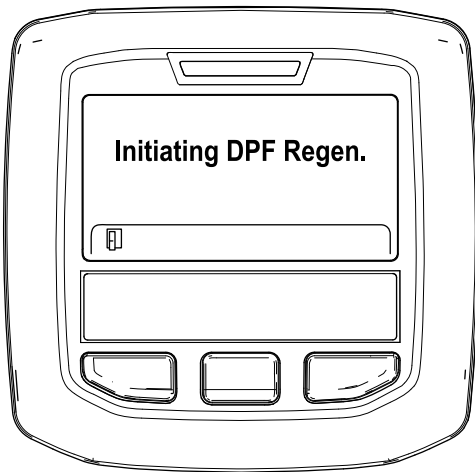

Figura 44
- A. Se muestra el mensaje “Initiating DPF Regen.” (Iniciando regeneración de DPF) (Figura 44).